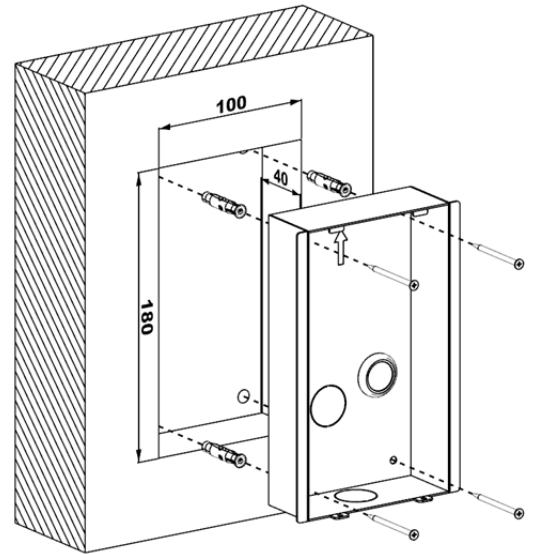

Abb. 4: Montage Unterputzkasten
- ▶ Fertigen Sie einen Wandausschnitt für den Unterputzkasten an (Abb.: 4).